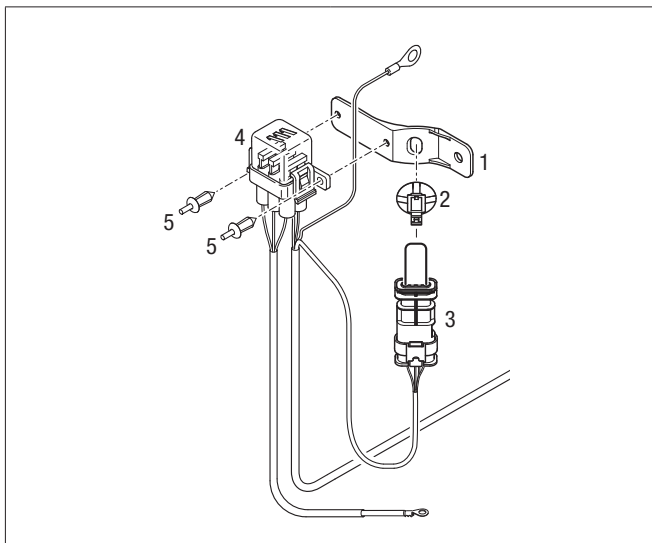

Figura 7
- Fijar el soporte combinado (1) en un punto apropiado, bien accesible en el compartimento del motor con un tornillo M6 o con un espárrago.
- Colocar mediante clip el soporte de conector de diagnóstico (2) en el agujero oblongo de la botella de plástico, véase Figura 7
- Deslizar el conector de diagnóstico (3) en el alojamiento del soporte hasta que encastre de forma audible.
- Fijar el portafusible (4) con 2 remaches de expansión (5). Para ello presionar ambos pernos hasta que el soporte asiente firmemente en la botella de plástico.